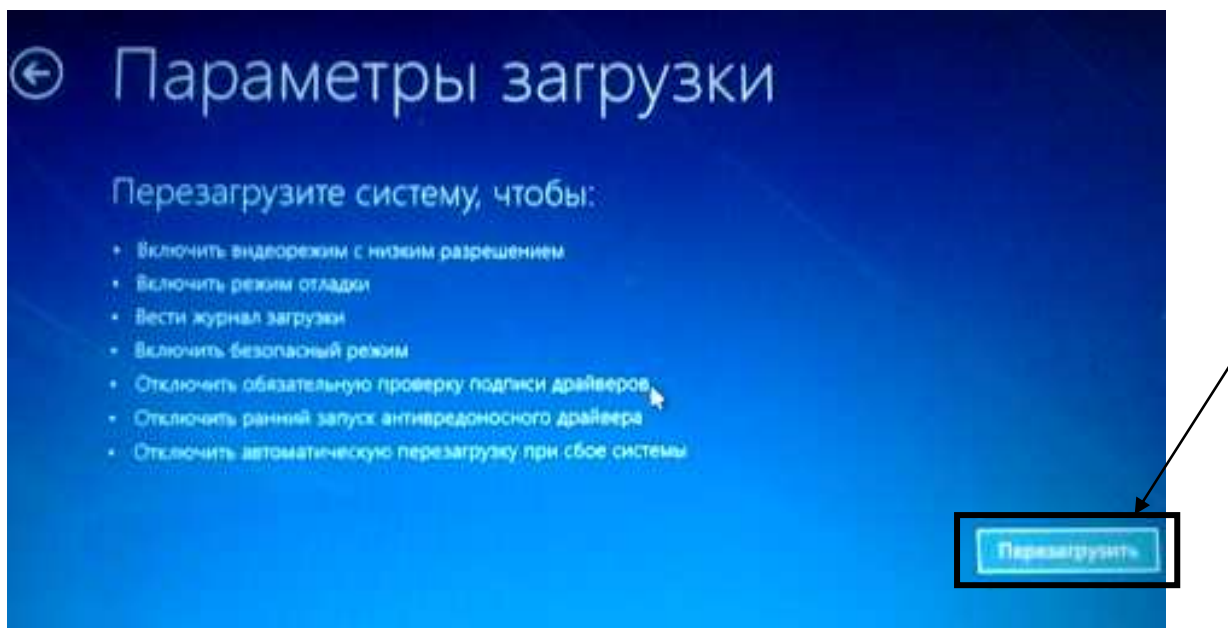

Рис. 16 – Окно «Параметры загрузки»
2.2.5.8 Откроется окно «Параметры загрузки» (см. Рис. 16). Нажмите на кнопку «Перезагрузить».